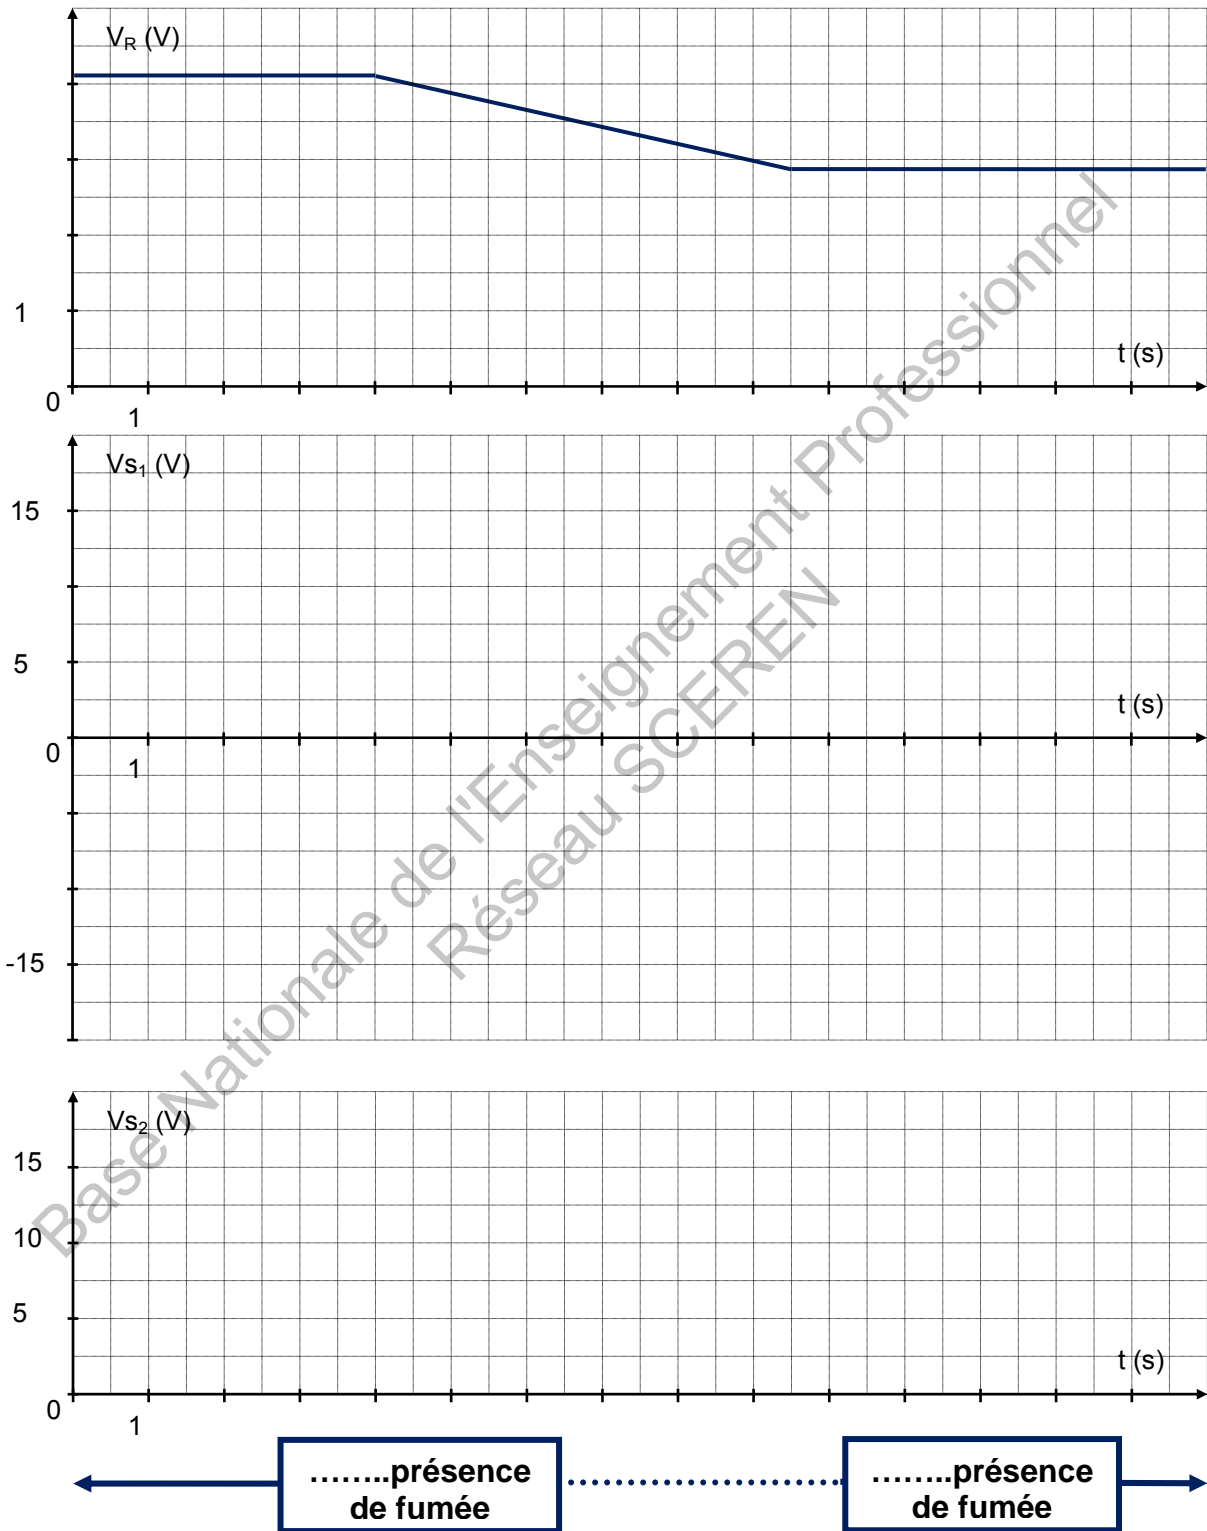

FIGURE 12
C.2.3 L'évolution de  $V_R$  au cours d'un essai est représentée figure 12.
C.2.3.1 Compléter les graphes de la figure 12.
C.2.3.2 Compléter les intervalles avec « avec présence de fumée » et « sans présence de fumée » à partir du graphe de  $V_{s2}$  figure 12.